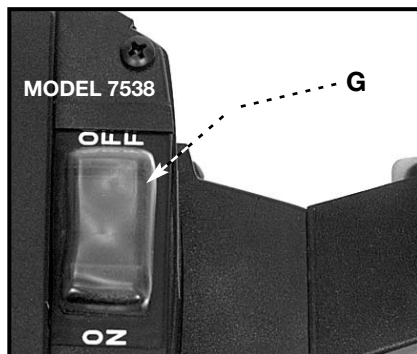

Fig. 12
EL MODELO 7538 tiene un disyuntor termal (cortacircuito térmico) (G) Fig. 12, que está localizado en la parte superior de la caja del motor. Este disyuntor se desenganchará si existen condiciones de sobrecarga prolongadas.